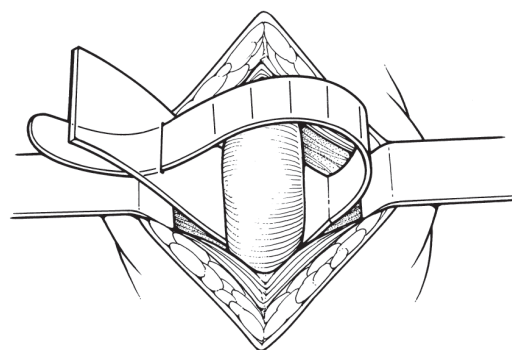

Figura 4-7. Misurazione della circonferenza uretrale
3. Posizionare il misuratore per la cuffia (o il Penrose drain) intorno all'uretra, in corrispondenza della posizione di impianto della cuffia. Deve adattarsi bene senza stringere l'uretra. (**Figura 4-7**)